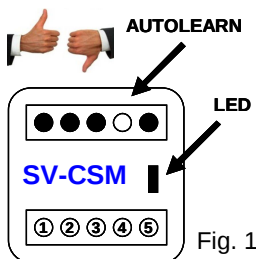

Fig. 1
1) Alimenta la centrale; pigia una volta il tasto **AUTOLEARN** (indicato dalla freccia: fig. 1). Il led rimane acceso, entro 10 secondi (invia il codice radio) pigia il tasto **STOP** del radiocomando **SV-BF1/3/6** e il motore effettua un movimento avanti/indietro; il led si spegne, indicando l'avvenuta memorizzazione.
1° direttamente dalla centrale, pigia una volta il tasto **AUTOLEARN** (indicato dalla freccia: fig. 1). Il led rimane acceso, entro 10 secondi (invia il codice radio) pigia il tasto **STOP** del radiocomando **SV-BF1/3/6** e il motore effettua un movimento avanti/indietro. **2° modo** a distanza; entro 2 minuti dalla connessione alla rete elettrica 220 V. tieni pigiato il tasto **STOP** di un radiocomando già memorizzato, fino al movimento avanti/indietro del motore; entro 10 secondi pigia il tasto **STOP** del radiocomando **SV-BF1/3/6** successivo da memorizzare fino ad un massimo di 20 **SV-BF1/3/6**. Il motore effettua un movimento avanti/indietro; il led che si spegne indica l'avvenuta memorizzazione.
Puoi scegliere 2 modi: **1°** direttamente dalla centrale, pigia una volta il tasto **AUTOLEARN** (indicato dalla freccia: fig. 1). Il led rimane acceso, entro 10 secondi (invia il codice radio) pigia il tasto **SALITA** del radiocomando **SV-BF1/3/6**, la lampada o dispositivo collegato effettua un accensione/spegnimento; il led si spegne, indicando l'avvenuta memorizzazione in ON per il tempo di 6 ore. **2° modo**, a distanza; entro 2 minuti dalla connessione alla rete elettrica 220 V. tieni pigiato il tasto **STOP** di un radiocomando già memorizzato, fino all'accensione/spegnimento della lampada o dispositivo; entro 10 secondi pigia il tasto **SALITA** del radiocomando **SV-BF1/3/6** successivo da memorizzare fino ad un massimo di 20 **SV-BF1/3/6**. fino all'accensione/spegnimento della lampada o dispositivo; il led che si spegne indica l'avvenuta memorizzazione.
COLLEGAMENTI ELETTRICI (fig. 1)